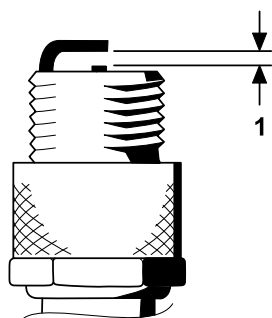

図 38
- 図 38のように、電極間のエアギャップを 0.76 mm に調整する。